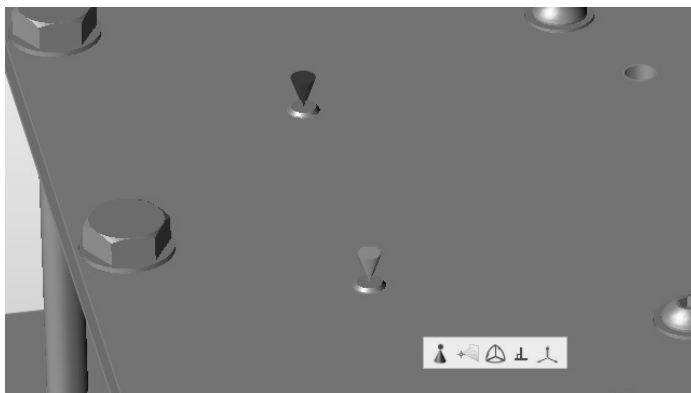

图 11-23
- 6) 单击每个螺栓施加固定约束, 如图 11-23 所示。螺栓接地后螺母将被自动删除。